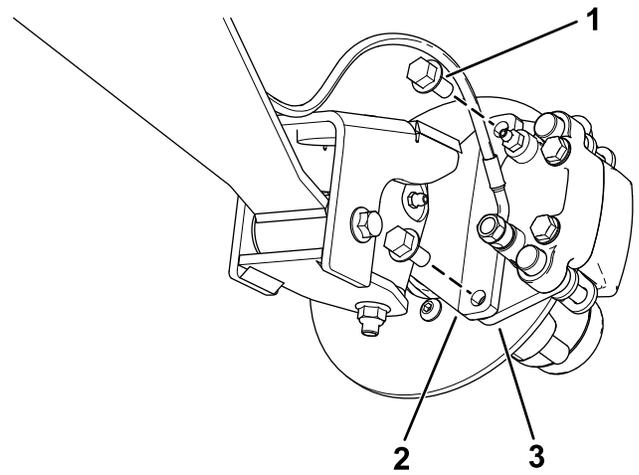

Bild 28
3. Entfernen Sie die Bundkopfschrauben ($\frac{3}{8}$ " x $\frac{3}{4}$ "), mit denen die Halterung für die Bremse an der Spindel befestigt ist, und nehmen die Bremse von der Spindel ab (Bild 28).
- Fluchten Sie die Bremsbeläge mit jeder Seite des Drehzylinders (Bild 28) und die Löcher in der Bremsbackenhalterung mit den Löchern im Bremsenhalter des Spindelrahmens aus (Bild 32).
- Befestigen Sie den Bremsbackenhalterung mit den beiden Bundkopfschrauben ($\frac{3}{8}$ " x $\frac{3}{4}$ "") am Spindelrahmen (Bild 28).